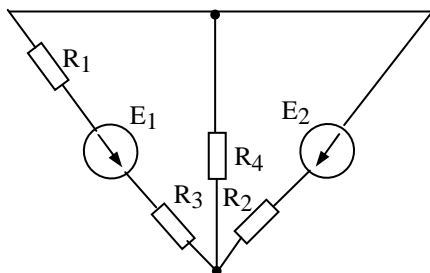

Рис.1.4.5
1.4.5. Методом эквивалентного генератора определить ток в ветви с сопротивлением R_4 (рисунок 1.4.5), если $E_1=100$ В, $E_2=80$ В, $R_1=30$ Ом, $R_2=30$ Ом, $R_3=20$ Ом, $R_4=25$ Ом. Проверить правильность решения задачи методом наложения.